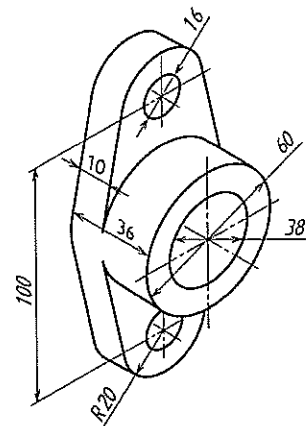

図 5 部品図
15. 図 5 の部品の質量を計算せよ。図中の寸法の単位は mm, 材料は鋼とし、密度は 7800kg/m^3 とする。